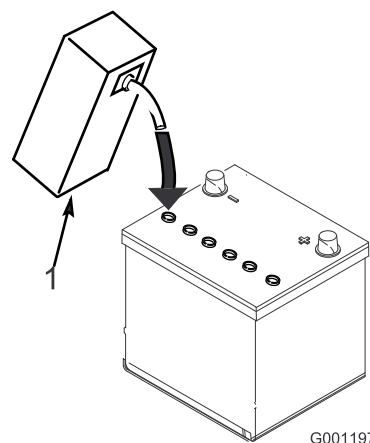

Figura 10
3. Llene cuidadosamente cada celda con electrolito hasta que las placas estén cubiertas de aproximadamente 6 mm de fluido (Figura 10).
4. Espere aproximadamente 20–30 minutos para que el electrolito penetre en las placas. Rellene si es necesario para que el electrolito llegue a una distancia de aproximadamente 6 mm del fondo del hueco de llenado (Figura 10).